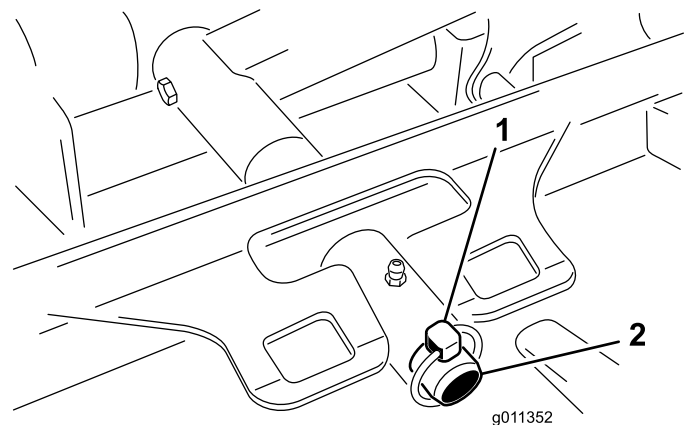

Figura 68
- Retire el pasador de seguridad o la tuerca de retención que sujeta el bastidor de tiro de la carcasa a la barra de giro del brazo de elevación (Figura 68).
3. Deslice el bastidor de tiro de la carcasa sobre el pasador de giro del brazo de elevación. Sujételo con un pasador de seguridad o una tuerca de retención (Figura 68).